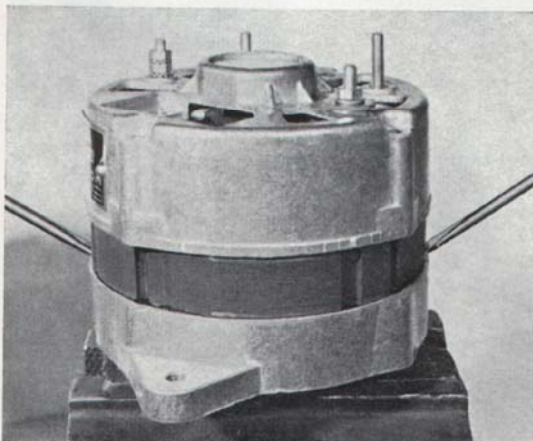

Bild 3-6. Isärtagning av generator
5. Demontera statorn och bakre lagerskölden med hjälp av två skruvmejslar, som stickas in i två uttag mellan statorn och främre lagerskölden, bild 3-6.